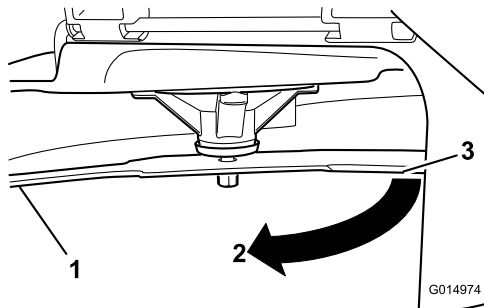

Figura 52
3. Distancia medida entre la cuchilla y la superficie (A)
4. Gire la misma cuchilla 180 grados de manera que el otro filo de corte esté en la misma posición (Figura 52).